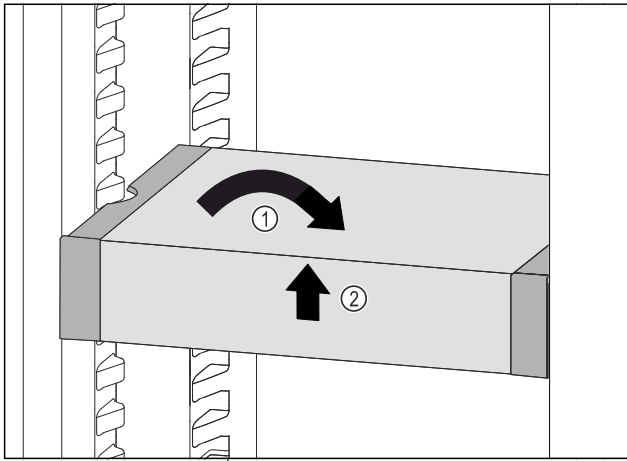

Fig. 87
- ▶ Вирівняти VarioSafe. Fig. 87 (1)
- ▶ Підняти VarioSafe спереду. Fig. 87 (2)